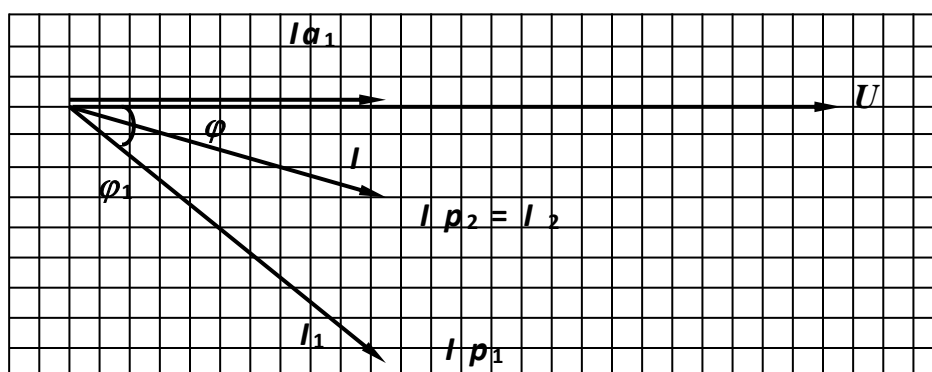

Рис. 1.34
10. Построение векторной диаграммы (рис. 1.34) начинаем с построения вектора напряжения, так как при параллельном соединении элементов схемы напряжение на ветвях цепи одинаковый. Направляем вектор напряжения по оси X .